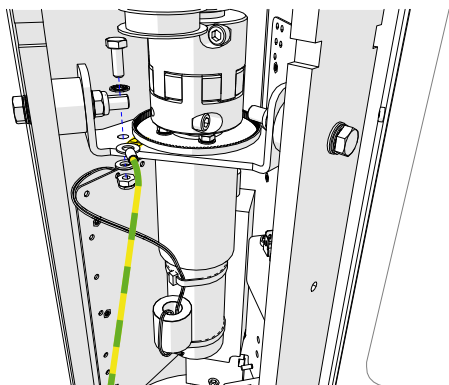

Fig. 35 - Rembyte (Potentialutjämning)
6. Koppla bort potentialutjämningskabeln från motorkonsolen (fig. 35);